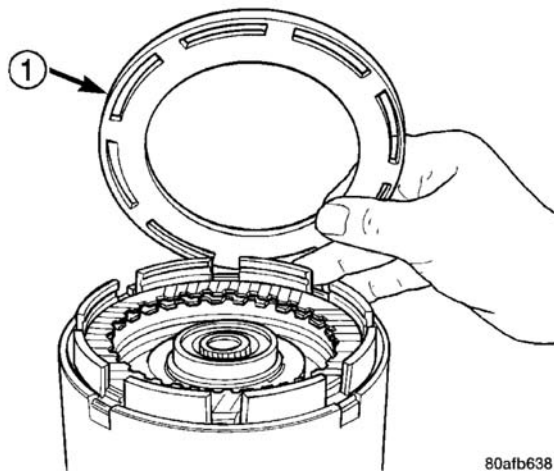

图 281 安装反作用盘
(29) 安装倒档离合器反作用盘，其平侧向下朝向倒档离合器（图 281）。